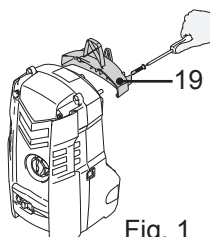
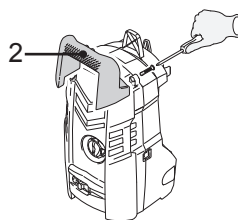

Fig. 1
Fig. 2
1. Asegúrese de completar el montaje del producto antes de utilizarlo. Fije el compartimento portaccesorios (19) a la parte trasera de la hidrolimpiadora utilizando dos tornillos (20) (Fig. 1). Seguidamente, fije el asa (2) utilizando dos tornillos (20) (Fig. 2). Apriete los tornillos (20) utilizando un destornillador de estrella adecuado.